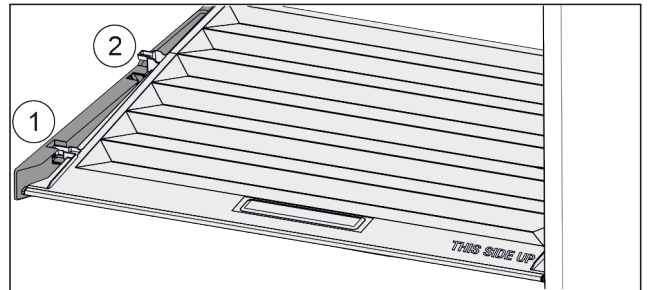

Fig. 31
- ▶ Deckel bis zur Öffnung in den Halteteilen nach vorne ziehen Fig. 31 (1).
- ▶ Hinten von unten anheben und nach oben wegnehmen Fig. 31 (2).